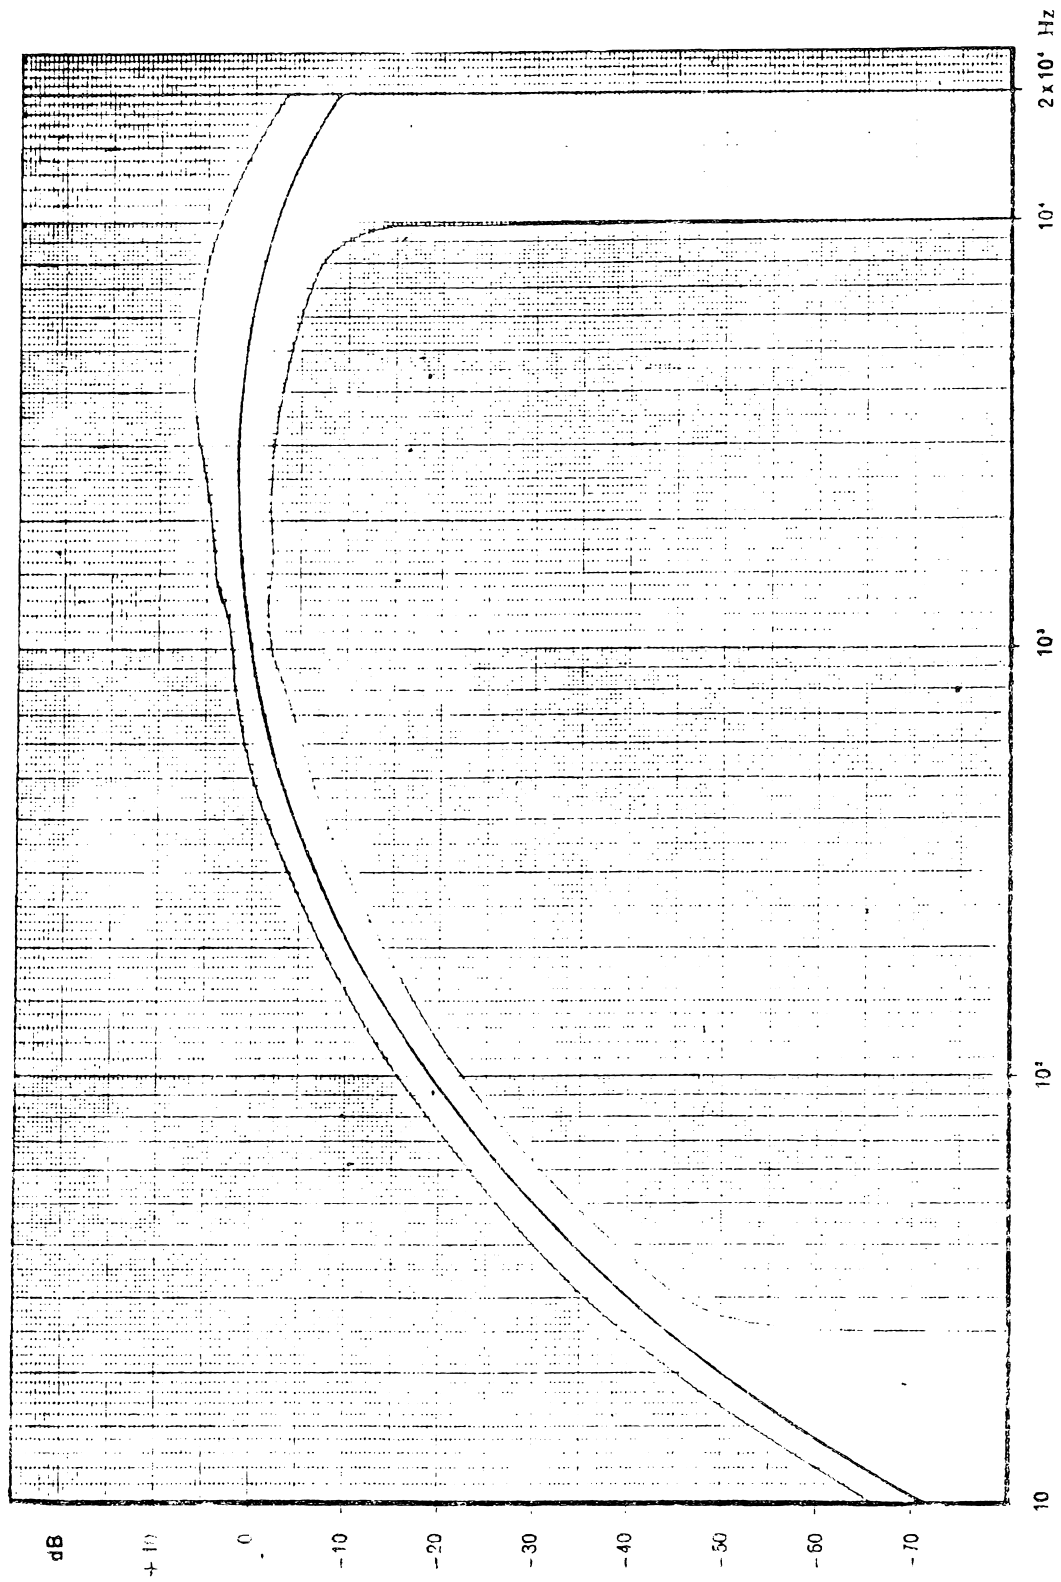

Fig. 3: Filter IEC 123/A.
2.  Som pkt. 1, men med indkoblet "ørefilter" - IEC 123/A (fig. 3). Dette filter anvendes specielt ved signal/støj- samt krydstalemålinger.
Det er ofte angivet i servicebeskrivelserne, at der skal anvendes "ørefilter" (fig. 3). Et sådant er indbygget i RWM 4. I så fald indtrykkes "  " i stedet for "  ". Der anvendes de samme formler som ovenfor. (3, 4 og 5). Eks. Signal/støj-forholdet ved 500 mW ønskes. Modtagerens output reguleres til 500 mW. Målesenderens modulation afbrydes, og der aflæses et udslag på wattmeteret på $X = \div 10 \text{ dB}$ (100 μW), hvilket giver